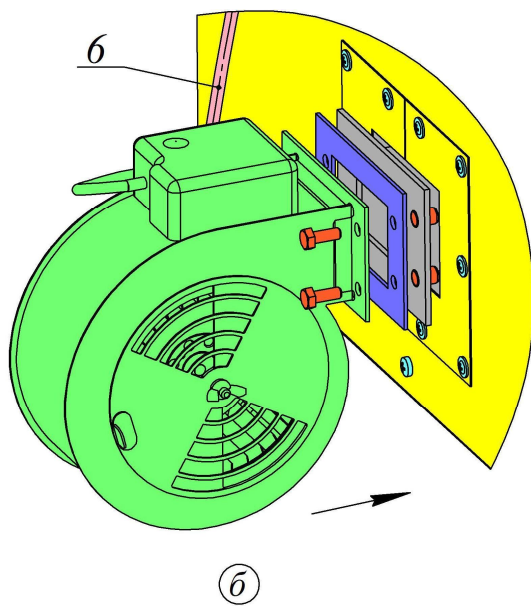
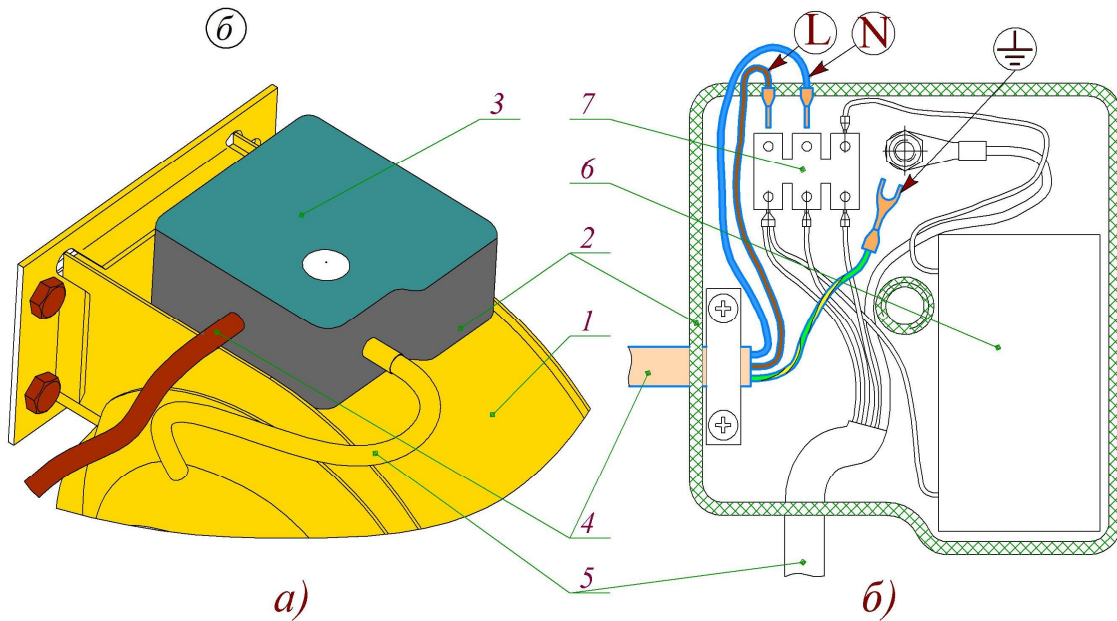

Рис.9. Монтаж вентилятора:
Рис.10. Подключение провода вентилятора:
6.7.2. Вентилятор (для котлов моделей ТЕ и ТНЕ) в транспортном положении находится в топке котла. Монтаж вентилятора необходимо проводить в соответствии с рис.9а (для котлов мощностью 12,5 и 16 кВт) та 9б (для котлов мощностью 20, 27, 35, 50 и 80 кВт). Подключение электропроводов необходимо проводить в соответствии с рис.10б. Предварительно необходимо снять крышку клемного блока вентилятора (см. рис.10а), а после подключения всех проводов, установить ее на место.